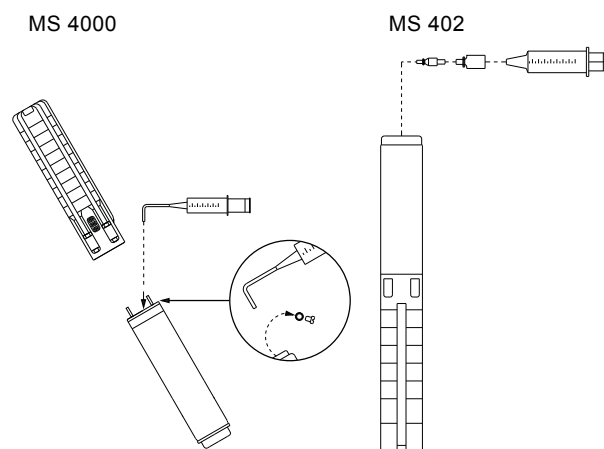

Fig. 2 Position du moteur pendant le remplissage - MS 4000 et MS 402
1. Positionner la pompe immergée comme indiqué à la fig. 2. La vis de remplissage doit se trouver sur le haut du moteur.
3. Injecter le liquide dans le moteur avec la seringue de remplissage jusqu'à ce que le liquide déborde. Voir fig. 2.